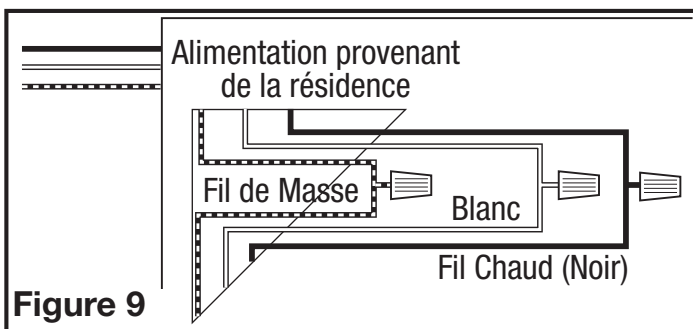

Figure 9
- 2b. Par là où vous avez choisi d'accéder à la boîte de jonction du ventilateur, connecter le fil Blanc provenant de la résidence au fil Blanc du réceptacle du ventilateur. Connecter le fil Noir de l'interrupteur mural au fil Noir du réceptacle du ventilateur. Connecter le fil de mise à la terre provenant de la résidence au fil Vert du réceptacle du ventilateur (**Figure 9**). Utiliser des méthodes approuvées pour toutes les connexions.